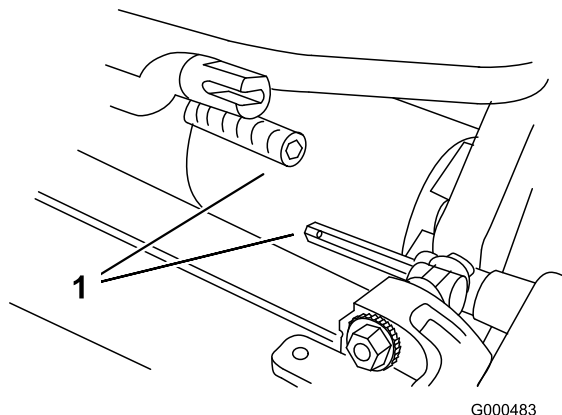

Figura 49
6. Tirate in avanti l'apparato di taglio di 51 mm, poi tiratelo verso destra per disinnestare il giunto di trasmissione (Figura 49).